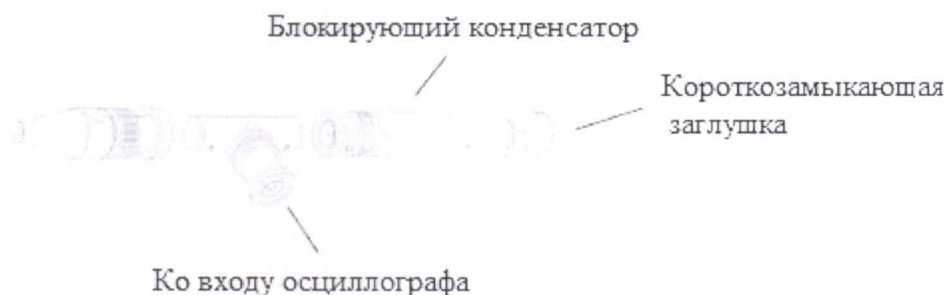

Рис. 2
1. Собрать схему поверки, приведенную на рис. 2.